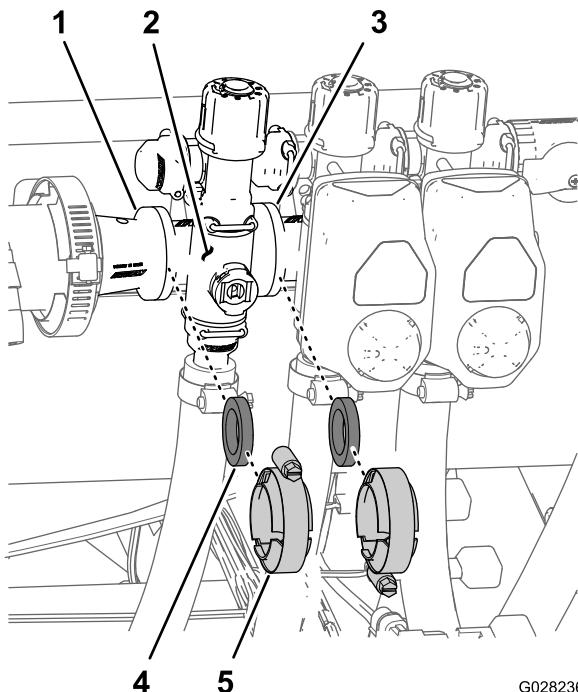

**Bild 135**
2. Nehmen Sie den Rührwerkventil-Verteiler von der Maschine ab (Bild 135).